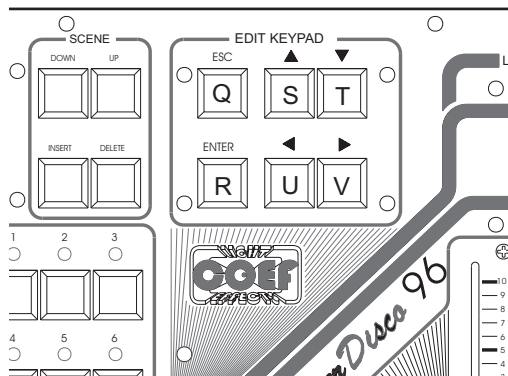

Figure 23
Selezionare con i pulsanti **U** e **V** (fig.23) la parola **[AUDIO]** e premere ENTER .
In questo modo avremo la possibilità di determinare il tipo di sorgente AUDIO che piloterà il cambio scena automatico del programma in esecuzione. Scegliere tra l'ingresso microfonico e l'ingresso PIN RCA con i tasti **S** e **T** nella sezione **EDIT KEYPAD** (fig.23).
*Select by means of the **U** and **V** push-buttons (fig. 23) the word **[AUDIO]** and press ENTER.*
*In this way you will have the possibility to select the kind of AUDIO source that will pilot the automatic changing of the scene of the program in execution. Choose between the microphone input and the PIN RCA one by means of the **S** and **T** push-buttons in the **EDIT KEYPAD** section (fig. 23). Push ESC to exit the function.*
Selezionare con i pulsanti **U** e **V** (fig.23) la parola **[RS232]** e premere ENTER .
In questo modo avremo la possibilità di stabilire se rendere attiva o disattivare la porta RS232 con i tasti **S** e **T** (fig.23). Il nuovo software permette ora il salvataggio ed il recupero dei programmi attraverso il collegamento al Personal Computer per mezzo della porta RS232.
*Select by means of the **U** and **V** push-buttons (fig. 23) the word **[RS232]** and push ENTER. In this way you will have the possibility to decide to enable or disable the RS232 port by means of the **S** and **T** push-buttons (fig. 23). With the new software release, you can save and load the MasterDisco96 programs and configuration by means of the RS232 port and the Personal Computer.*
Selezionare con i pulsanti **U** e **V** (fig.23) la parola **[BEEPER]** e premere ENTER .
In questo modo avremo la possibilità di determinare se rendere attivo o disattivare il BEEP alla pressione di ogni pulsante. Effettuare la scelta con i tasti **S** e **T** nella sezione **EDIT KEYPAD** (fig.23).
*Select by means of the **U** and **V** push-buttons(fig. 23) the word **[BEEPER]** and press ENTER. In this way you will have the possibility to enable or disable the BEEP pressing any push-button. Choose by means of the **S** and **T** buttons on the **EDIT KEYPAD** section (fig. 23). Press ESC to exit from the function.*